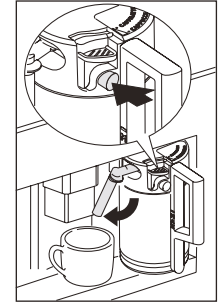

Рис. 33
- ▶ Установите краник выдачи молока Рис. 33 а затем поставьте чашку достаточной емкости под краники для кофе и молока.
- ▶ Поставьте емкость под краник выдачи молока (Рис. 33).
- ▶ Поставьте емкость под трубку выдачи молока, нажмите кнопку очистки (C3) (на стр. 168) на колбе для молока и удерживайте ее минимум 5 секунд (Рис. 33). На дисплее появится сообщение CLEANING (ОЧИСТКА)!